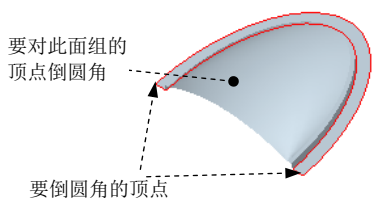

图 4.3.6 选择倒圆角的顶点
曲面 按钮中的 **顶点倒圆角** 工具，可以创建一个圆角来修剪面组，如图 4.3.6 和图 4.3.7 所示。
Step3. 此时系统提示 **选择顶点以在其上放置圆角。**，选取图 4.3.6 中的两个顶点。